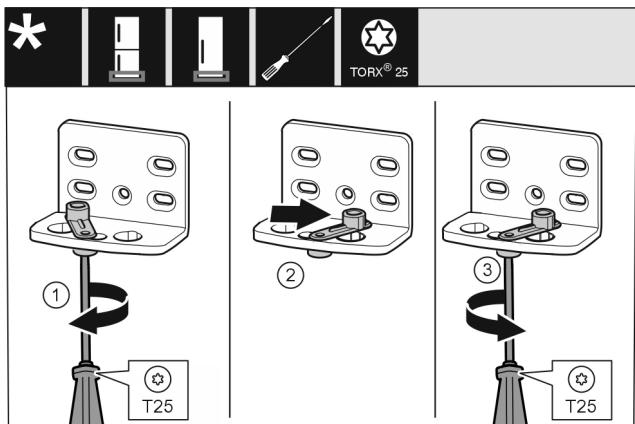

Fig. 9
- Schraube mit Schraubendreher T25 lose schrauben. Fig. 9 (1)
- Türschließhilfe anheben und um 90° nach rechts in Bohrung drehen. Fig. 9 (2)
- Schraube mit Schraubendreher T25 festschrauben. Fig. 9 (3)